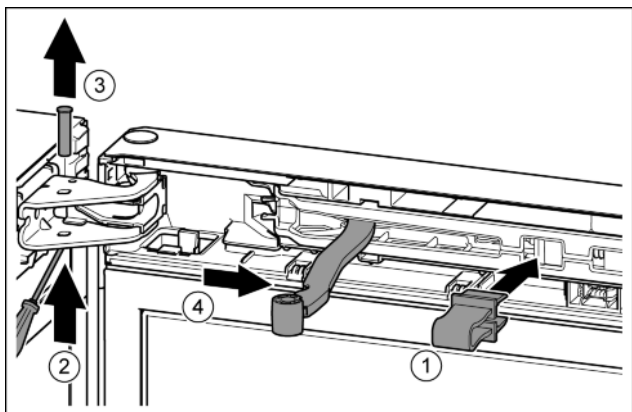

Fig. 13
- ▶ Зафіксуйте запобіжник в отворі. Fig. 13 (1)
- ▶ Виштовхніть палець за допомогою викрутки. Fig. 13 (2)
- ▶ Вийміть гвинт рухом нагору. Fig. 13 (3)
- ▶ Поверніть шарнір у напрямку дверцят. Fig. 13 (4)